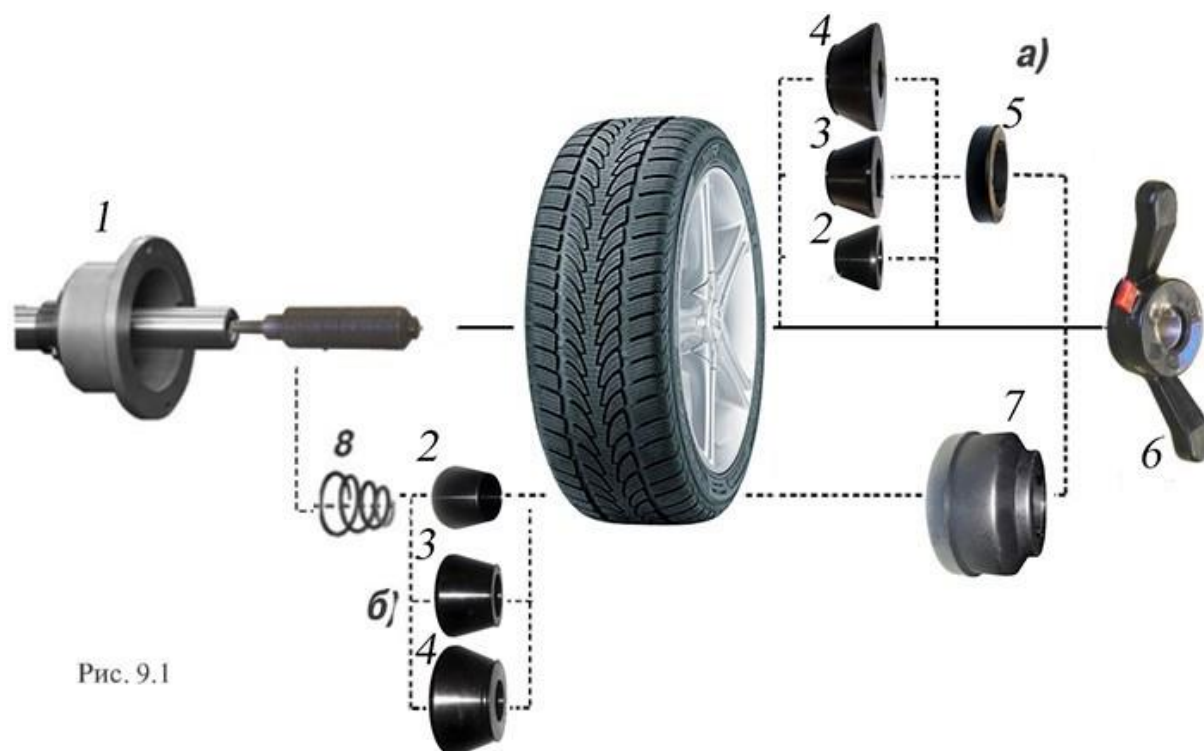

Рис. 9.1
диска (вариант «а»), так и с внутренней (вариант «б») (см.рис. 9.1)
9.6. СБ оборудован педалью для ускорения установки колеса по (варианту «б») (см. рис. 9.1) Установите колесо на конус, установите быстросъемную гайку, нажмите два раза педаль, удерживая колесо и быстросъемную гайку. Вал СБ начнет вращаться, зажимая колесо, когда колесо будет зажато вращение вала остановится. Окончательно затяните колесо быстросъемной гайкой вручную.